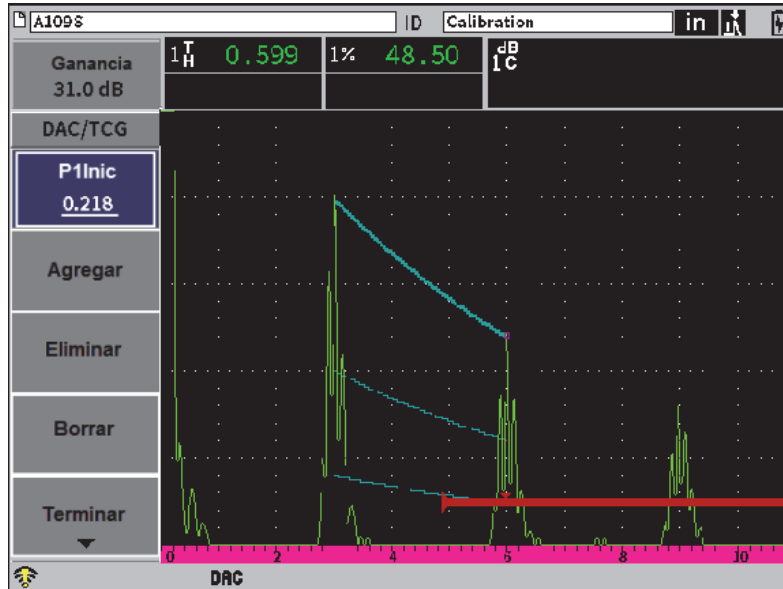

Figura 11-5 Segundo punto DAC
- Pulse la tecla TAB para resaltar el botón **Agregar**; después, pulse la tecla ENTRAR para agregar el segundo punto (vea la Figura 11-5 en la página 183).
- Pulse la tecla TAB para resaltar el botón **Agregar**; después, pulse la tecla ENTRAR para agregar otro punto (vea la Figura 11-5 en la página 183).